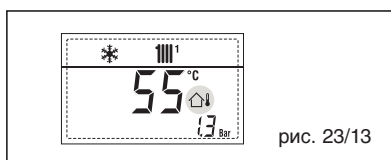

рис. 23/13
**– СРАБАТЫВАНИЕ ПРЕДОХРАНИТЕЛЬНОГО ТЕРМОСТАТА ПЕРВОЙ СМЕШАННОЙ ЗОНЫ “ТРЕВ 20” (рис. 23/14)**